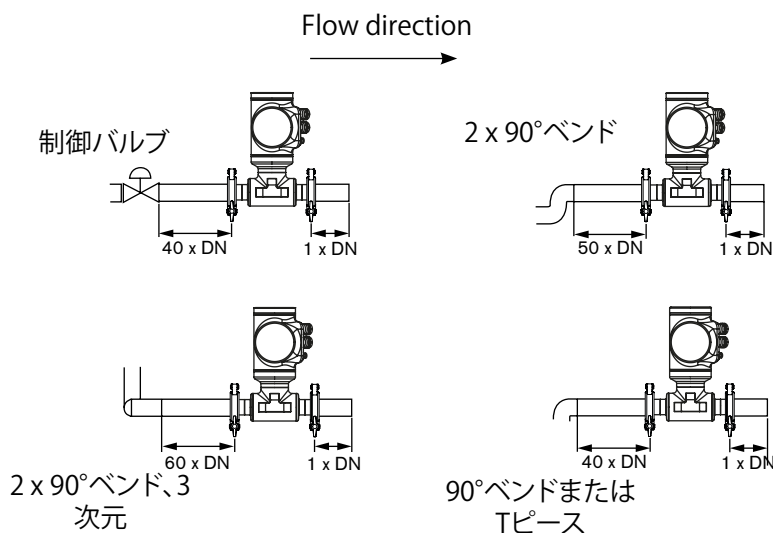

図 14: 配管設計に応じた最小流入および流出距離(水平取付の例)
- バルブや、管径または配管の方向を変更する機器の前に装置を設置できない場合は、配管バリエーションに応じて、直進流出距離を守ってください。規格 ISO 9104:1991 および図 14を参照してください。これらの推奨事項を遵守できない場合は、Bürkertにお問い合わせください。